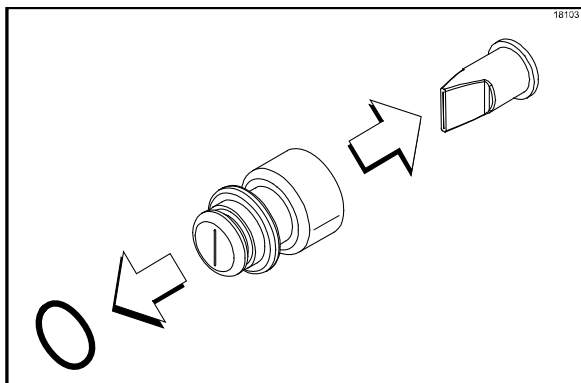

Figure 29
10. Retirer la vanne en bec de canard et le joint torique du raccord de tête (Cf. Figure 29).